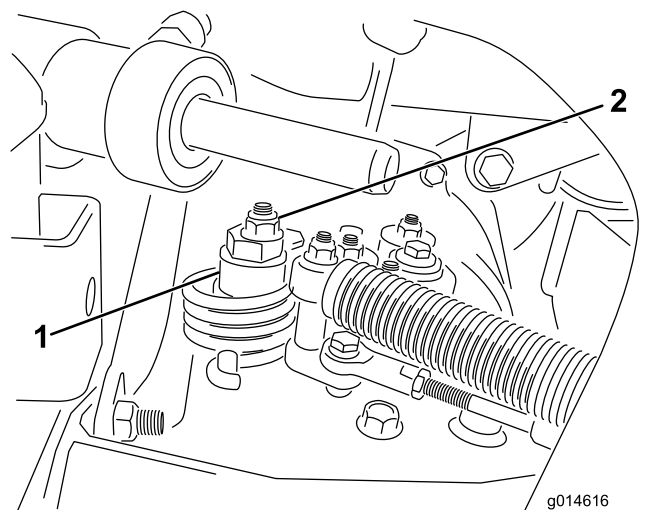

Figure 40
- A. Afloje la tuerca que sujeta el excéntrico a la parte superior del hidrostato (Figure 40).
C. Gire el excéntrico hasta que no haya movimiento en ningún sentido. Cuando la rueda deje de girar, apriete la tuerca para bloquear el excéntrico y el ajuste (Figure 40). Compruebe el ajuste con el acelerador en las posiciones LENTO y RÁPIDO.